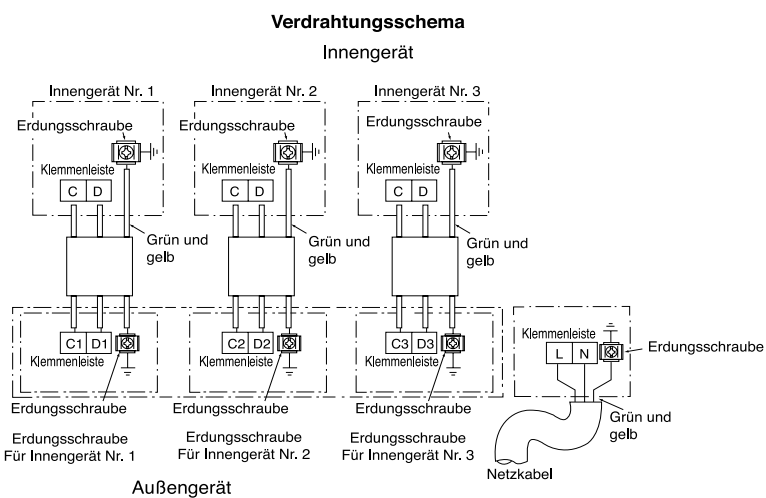

Abb. 3-1
- (1) Die elektrische Verdrahtung gemäß Abb. 3-1 zwischen dem Innengerät und dem Außengerät anschließen. Niemals die elektrische Verdrahtung falsch ausführen.